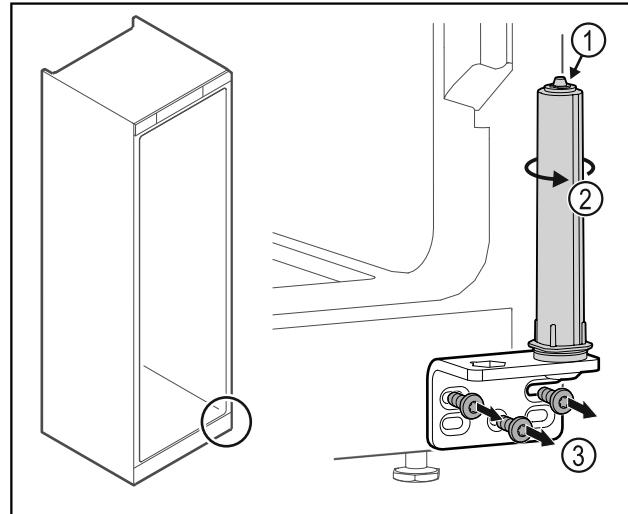

Fig. 32
- Μην αποσυναρμολογείτε το σύστημα κλεισίματος πόρτας Fig. 32 (1).
- Περιστρέψτε το σύστημα κλεισίματος Fig. 32 (2), μέχρι να κάνει κλικ.
- Ξεβιδώστε τη γωνία μεντεσέ Fig. 32 (3).